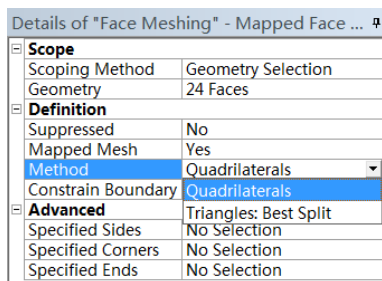

图 14-30 参数设置
- 步骤 07** 在参数设置列表中单击“Geometry”后的“Apply”按钮，完成面的选择，共选择 24 个面，设置“Method”为“Quadrilaterals”（四边形）网格，如图 14-30 所示。